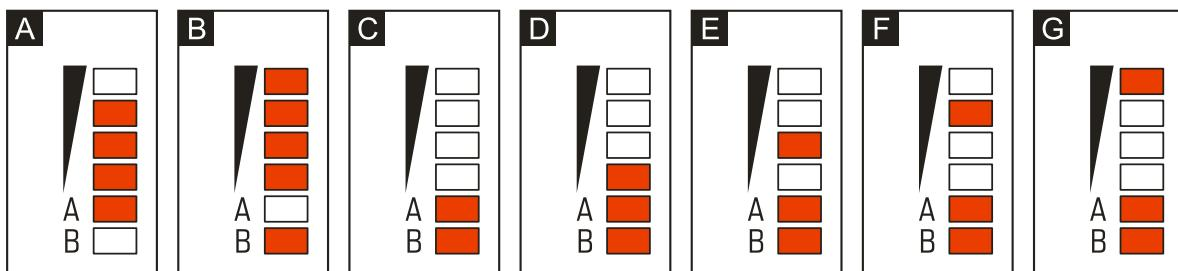

Рис. 2. Примеры состояний, сигнализируемых светодиодами.
В случае проблем с подключением к сети GSM, мигание остальных светодиодов индицирует аварии (см.: рис. 2).
Дополнительную информацию об авариях показывают светодиоды на плате электроники (см.: рис. 2).
**i** *Если PIN-код SIM-карты не будет совпадать с кодом, записанным в памяти модуля, то об этом сообщат светодиоды на плате электроники (см.: рис. 2 пример F). Очередная попытка ввести PIN-код произойдет через 30 секунд. После третьей попытки ввода неправильного PIN-кода SIM-карта будет*